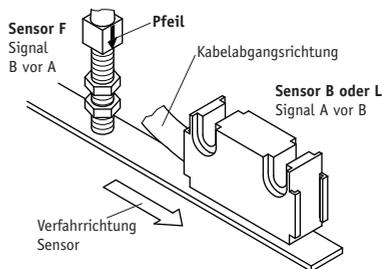

Abb. 6: Definition der Zählrichtung
- **Auf richtige Ausrichtung bezüglich der Zählrichtung achten (Abb. 6).** Dies ist unerheblich falls sich die Zählrichtung in der elektronischen Auswertung umkehren läßt. (wie z.B. bei den Magnetbandanzeigen von SIKO)